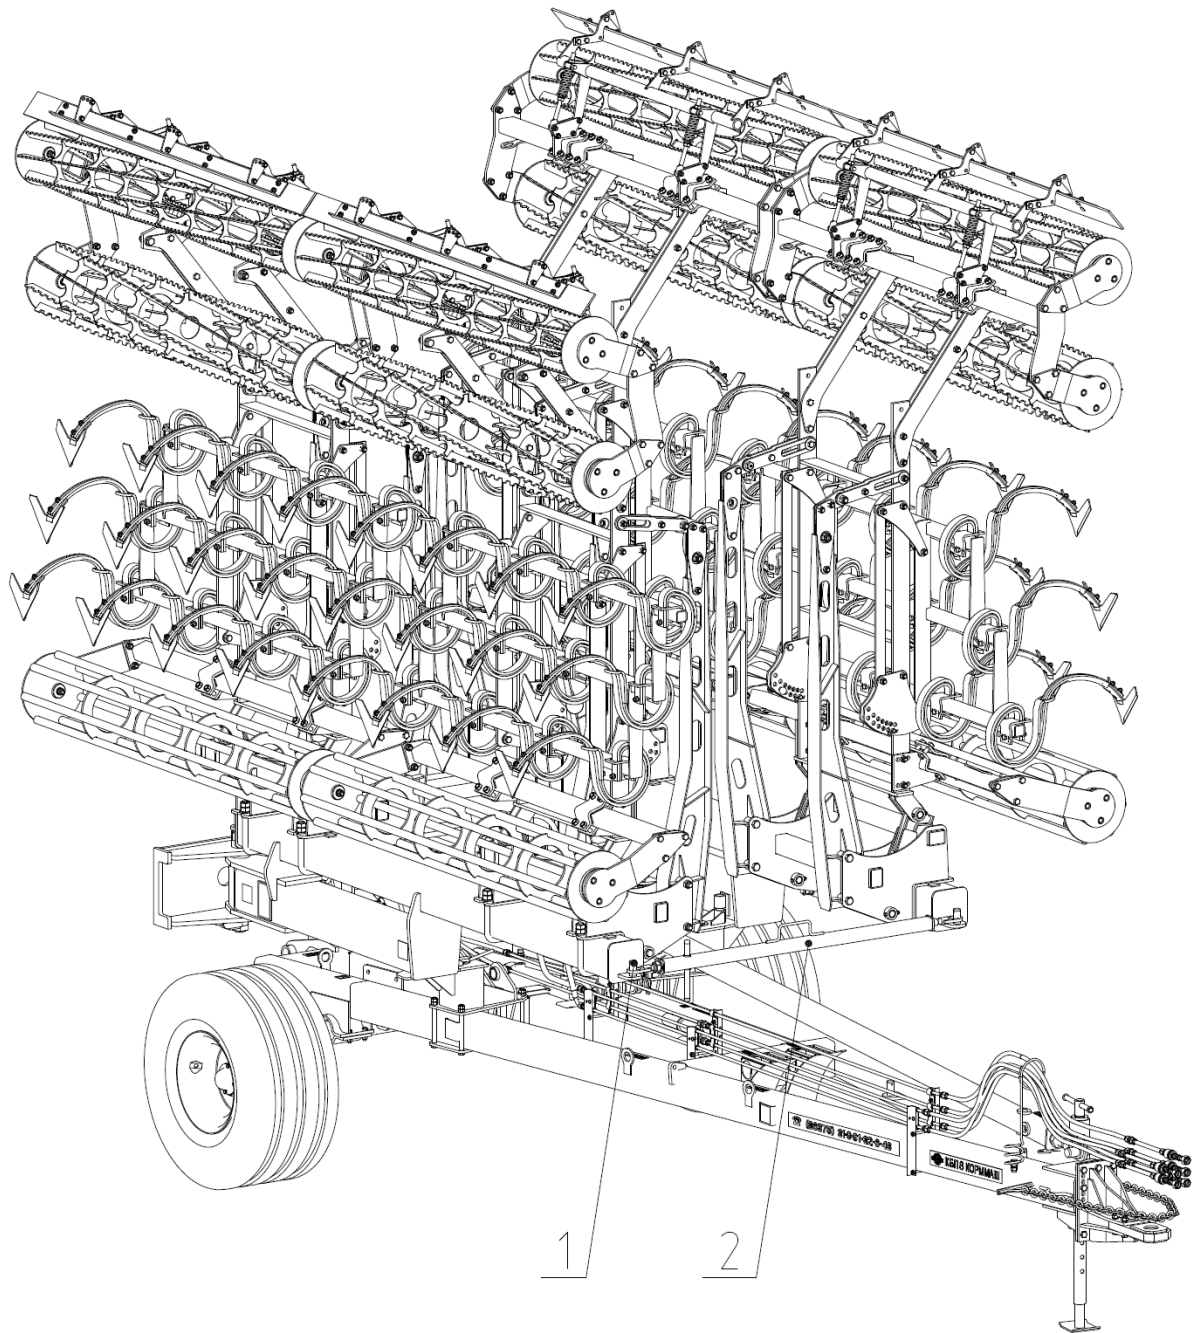

Рис.14.2 Перевод в транспортное положение.
- боковые балки в транспортном положении (рис.14.2) зафиксировать стяжкой 2 на зацепах 1;
- стяжку 1 ослабить (рис.14.2), снять и установить ее на сницу (поз.4 рис.4);